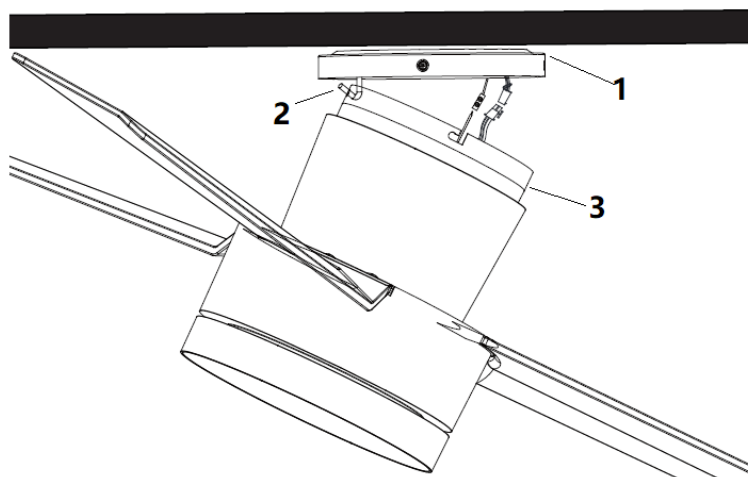

Fig. 5
- Heben Sie die Ventilatereinheit an die Deckenhalterung (1), sodass der J-Haken der Deckenhalterung durch das Loch der Abdeckung des Aufhängesystems (3) geführt wird und hängen Sie die Ventilatereinheit ein. Abb. 5
- Verbinden Sie Stecker und Buchse (4). Abb. 5